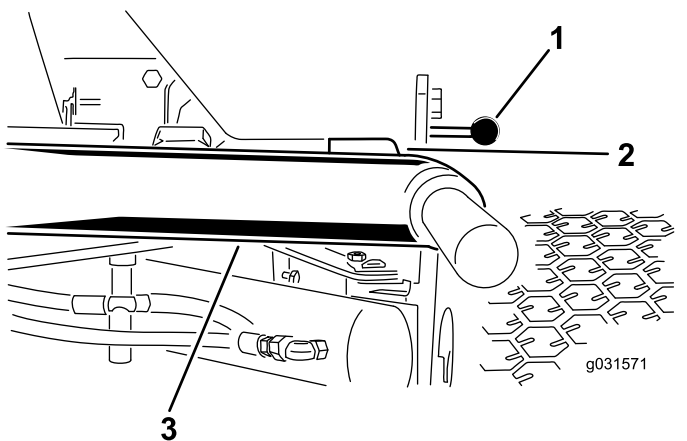

Рисунок 12
1. Запустите двигатель, поднимите режущие блоки и убедитесь, что зазор между каждым подъемным рычагом и кронштейном панели пола составляет от 5 до 8 мм, как показано на Рисунок 12.